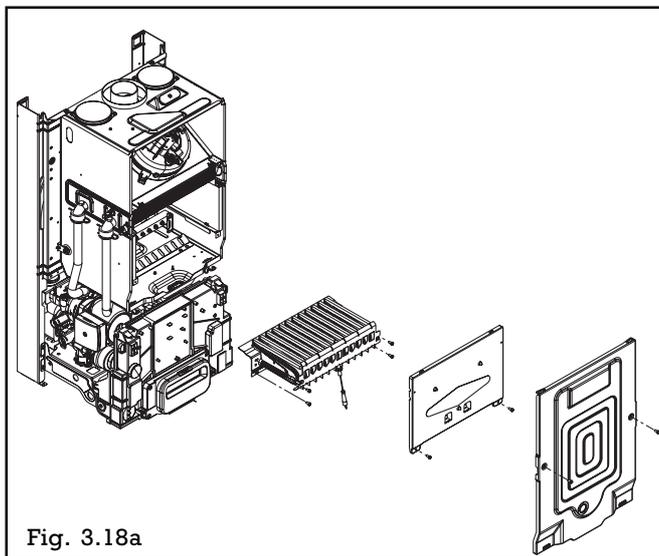

Fig. 3.18a
- déposer le cache tuyauterie, l'habillage et les 2 faces avant de la chambre de combustion (fig.3.18a)